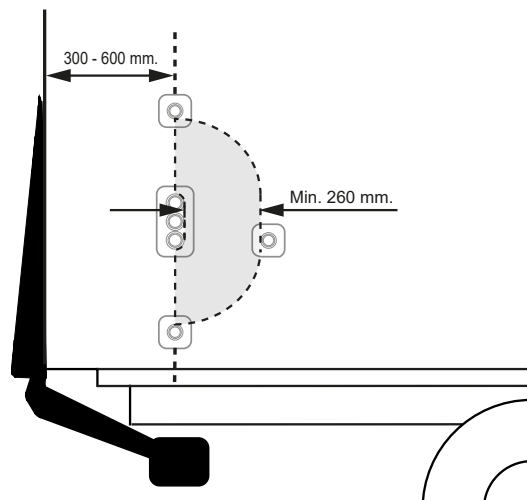

Bild 23. Montering av manöverdon med tvåhandsfattning.
2. Avståndet mellan fordonets bakre kant och centrum på manöverdonen skall vara 300-600 mm. Avstånden mellan manöverdonen skall vara minst 260 mm. Se bild 23.